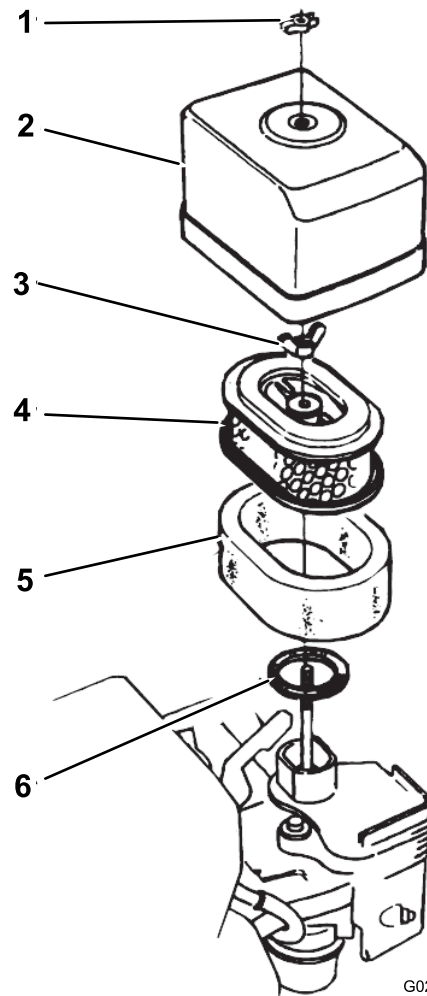

Figure 30
2. Enlevez les écrous à oreilles qui fixent le couvercle du filtre à air et déposez le couvercle (Figure 30).
5. Fixez le couvercle sur le filtre à air avec l'écrou à oreille (Figure 30).
1. Enlevez les écrous à oreilles qui fixent le couvercle du filtre à air et déposez le couvercle (Figure 30).
2. Retirez l'écrou à oreilles de fixation du filtre à air et déposez le filtre (Figure 30).
3. Retirez l'élément en mousse de l'élément en papier (Figure 30).
1. Placez l'élément en mousse sur l'élément en papier (Figure 30).
2. Vérifiez l'état et l'usure du joint (Figure 30). Remplacez le joint s'il est usé ou endommagé.
3. Placez le joint correctement sur l'entrée d'air du carburateur (Figure 30).
4. Fixez le filtre en air munis des éléments filtrants sur le carburateur avec l'écrou à oreille (Figure 30).
5. Fixez le couvercle du filtre à air sur le carburateur avec l'autre écrou à oreilles (Figure 30).